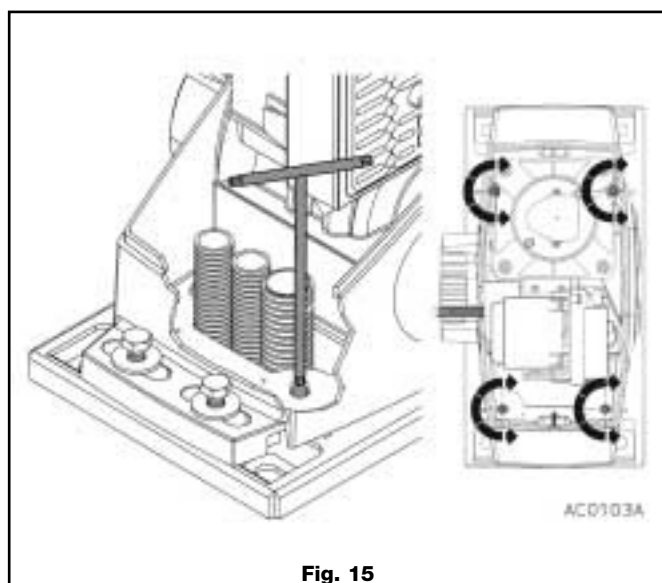
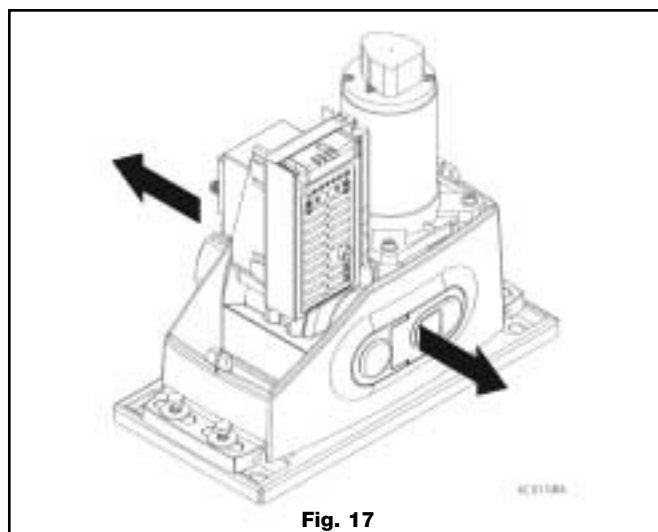
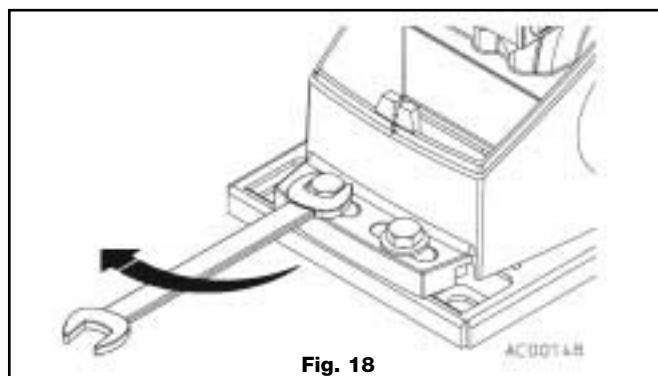
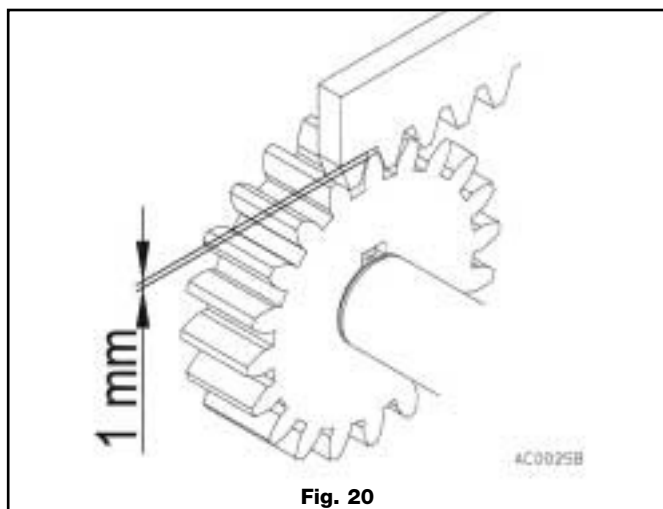

Fig. 15
Fig. 17
Fig. 18
Fig. 20
- b) Les 4 vis (fig. 15) doivent dépasser le plan d'appui du moto-réducteur d'environ 5 mm.
- d) Effectuer le réglage vertical du moto-réducteur à l'aide de 4 vis (fig. 15) et le mettre en position.
e) Effectuer le réglage horizontal et vérifier que le moto-réducteur est parfaitement parallèle au portail, en le déplaçant latéralement si nécessaire fig. 17.
- f) Lorsque le moto-réducteur a été correctement positionné, le fixer en bloquant les 4 vis M10 et leurs rondelles à l'aide d'une clé plate (fig. 18) ou une clé à douille. Remonter les couvercles des pattes de fixation.
- Vérifier qu'il y a un jeu d'environ 1 mm entre le pignon et la crémaillère (fig. 20) afin d'éviter de forcer le pignon et
- Si l'espace entre la crémaillère et le pignon n'est pas respecté (environ 1 mm, fig. 20), dévisser de 2/3 les vis M10 de blocage (fig. 18) et les quatre vis (fig. 15) jusqu'à l'obtention d'un espace suffisant. Si nécessaire, régler l'alignement du pignon par rapport à l'axe de la crémaillère : approcher ou déplacer le moto-réducteur du portail en faisant glisser la plaque d'ancrage (fig. 17).
- Lorsque la position correcte est atteinte, serrer à nouveau solidement les 4 vis M10 (fig. 18).
- Vérifier particulièrement qu'il y a un espace d'environ 1 mm entre le pignon et la crémaillère (fig. 20) afin d'éviter de forcer le pignon et par conséquent le moto-réducteur.